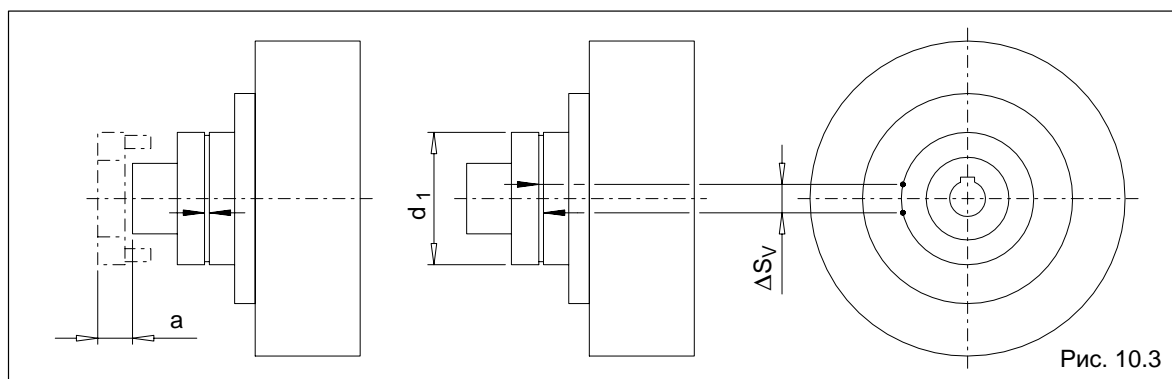

Рис. 10.3
Если для эксплуатации муфты повышенный зазор муфты не будет являться недостатком, то гибкие пакеты (12) могут оставаться в эксплуатации до тех пор, пока не будет достигнут определенный предел износа для их замены. Для оценки износа, в таблице 10.3 приводится разрешенный люфт кручения, перерасчитанный на размер хорды ΔS_V у внешнего диаметра муфты. Для определения размера ΔS_V нужно повернуть муфтовую часть без момента вращения вплоть до упора и нанести с двух сторон метку (смотри рис. 10.3). Путем поворачивания муфтовой части в противоположную сторону вплоть до упора метки расходятся. Расстояние между метками является хордовым размером ΔS_V . Если размер ΔS_V превышает приведенное в таблице 10.3 значение, то нужно заменить пакет (12).
У монтажной серии FAD замена пакетов (12) без перемещения соединенных машин возможна только с учетом заменяемого размера "а" (смотри таблицу 10.3 и рис. 10.3). После освобождения винтового соединения частей 2/3 часть 3 перемещается аксиально и поворачивается к части 2. Пакеты (12) становятся полностью доступными.